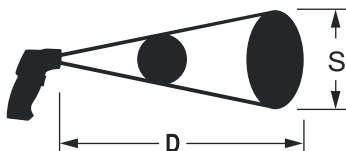

Abb. 1
- Das Messobjekt muss größer als der IR-Messfleck **S** (Abb. 1).
- Das Messobjekt sollte mindestens doppelt so groß wie der IR-Messfleck **S** sein (Abb. 1).
- Das **D:S** Verhältnis liegt bei 6:1. Bei einem Abstand **D** von 6 cm beträgt die Größe des IR-Messflecks **S** 1 cm (Abb. 1).